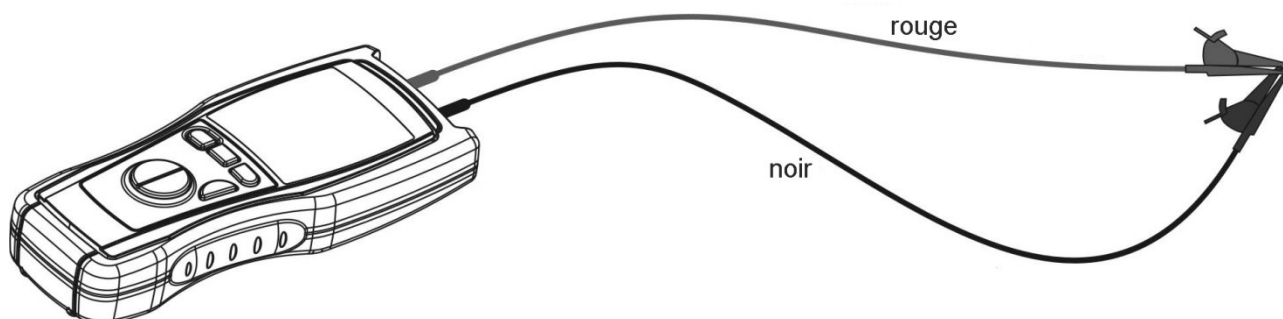

Fig. 5 : Connexion des câbles de test pendant la procédure de calibration
2. Court-circuiter entre elles les extrémités des câbles de mesure (voir Fig. 5) en faisant attention que les parties métalliques des cordons de point de touche ou des crocodiles soient bien en contact.